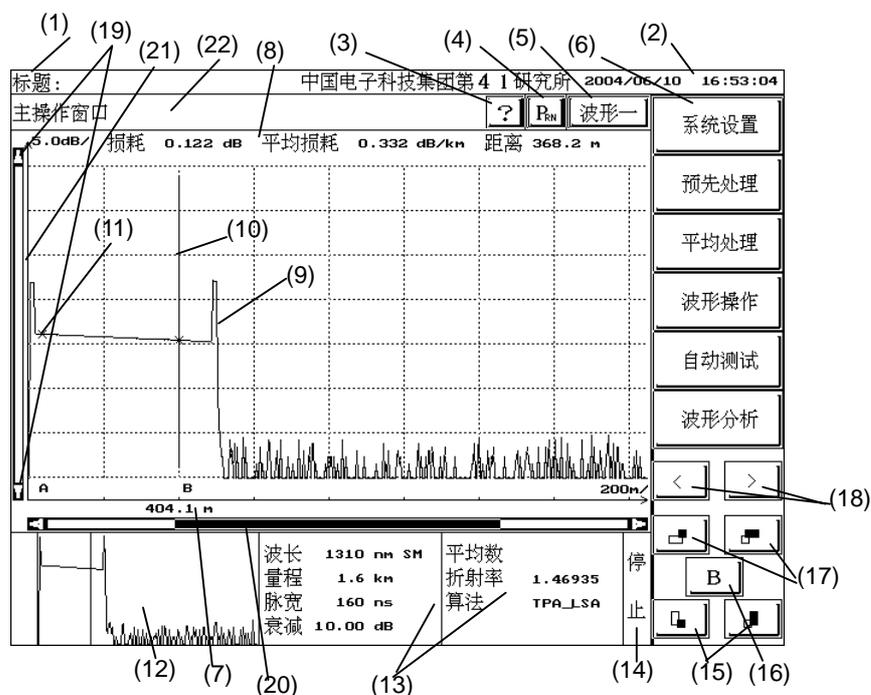
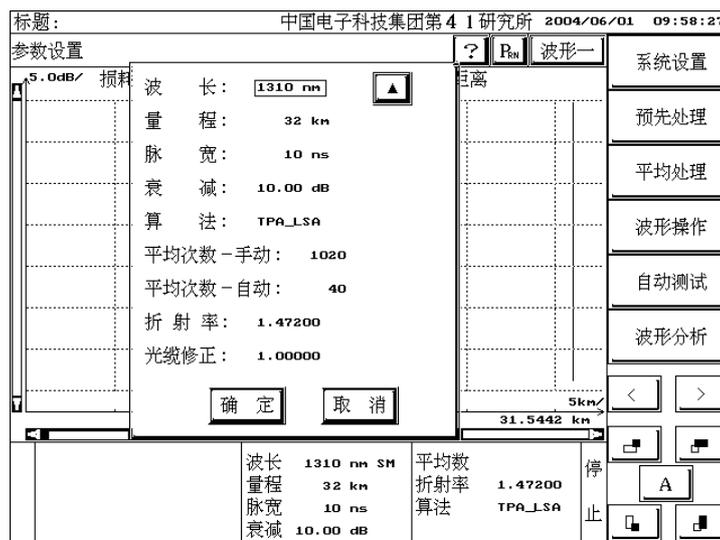

图 8 OTDR 显示界面
图 11 测试条件设置界面
- (1) 表示测试标题，点击【标题】将显示输入标题的操作界面。
- (2) 表示当前日期时钟，点击此区域可修改当前的显示时钟。
- (3) 表示帮助键，点击此键将显示简要的操作提示。
- (4) 表示打印键，点击此键将通过外接的打印机打印出测试波形和事件表。
- (5) 表示当前显示的测试轨迹为第几幅波形。点击此键可在波形一和波形二之间切换。
- (6) 表示操作菜单，图 8 显示的菜单为主菜单。
- (7) 表示光标所在的点距离参考原点的距离。
- (8) 表示测试结果。图 8 显示的为平均损耗的测量结果。
- (9) 表示测试轨迹。当前的测试轨迹为蓝色。若有比较波形，则比较波形为灰色。
- (10) 表示光标。
- (11) 表示标记点。
- (12) 表示当前测试轨迹的全局显示。点击此区域任意一点可初始化显示轨迹。
- (13) 表示测试条件。点击此区域任意一点将显示设定测试条件的界面。
- (14) 表示当前测试轨迹所处的状态。“停止”表示激光器已被关闭，测试轨迹停止刷新；“预先处理”表示激光器被打开，测试轨迹处于实时刷新状态；“平均处理”表示激光器被打开，测试轨迹处于平均处理状态。
- (15) 表示垂直方向扩展和压缩键。 表示垂直方向扩展键， 表示垂直方向压缩键。（注：此操作以当前光标为中心。）
- (16) 表示切换标记键。此键上显示的标记为当前光标所在的标记，可通过移动光标来移动标记点。
- (17) 表示水平方向扩展和压缩键。 表示水平方向扩展键， 表示水平方向压缩键。（注：此操作以当前光标为中心。）
- (18) 表示光标位置细调键。点击这两个键可向左或向右细调光标位置，每点击一下，光标移动一个数据点。 表示右移光标， 表示左移光标。点击测试轨迹所在区域上的任意一点，可将光标快速移动到所点击的点上。
点击屏幕上测试条件的显示区域(见图 8 中 13 所示)，则测试条件设置界面显示在屏幕上，如图 11 所示：